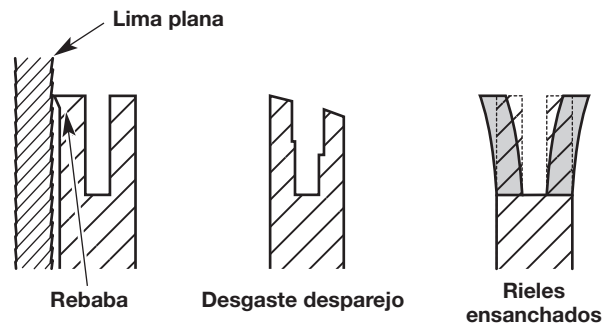

Fig. 50
3. Controle frecuentemente si hay daño en la barra de guía (Fig. 50). El biselado y desbarbado de los carriles de la barra de guía (los rebordes a ambos lados de la canaleta de la barra) es un proceso normal del desgaste de la barra. Estas fallas deben corregirse con una lima tan pronto ocurren (Fig. 50). Una barra de guía con las fallas siguientes debe ser reemplazada: